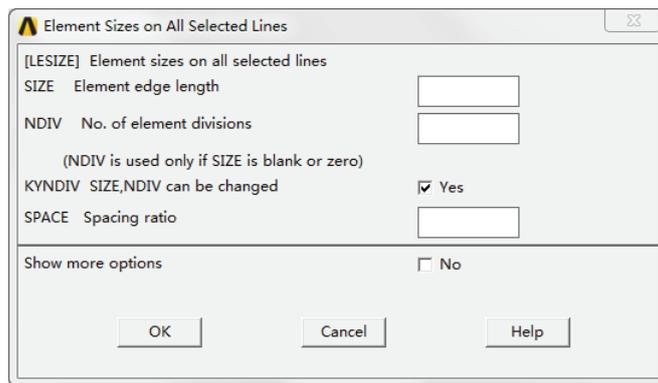
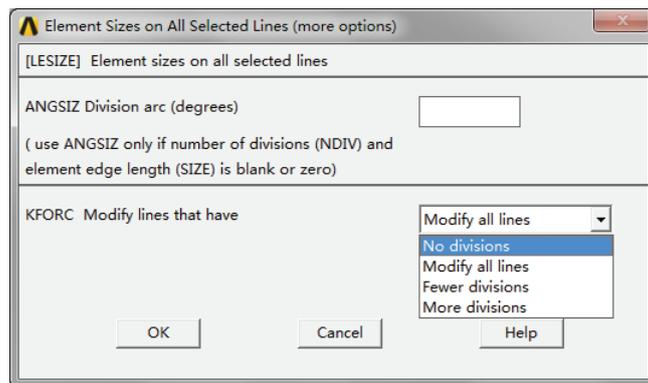

图 5-36 所有选择的线上单元尺寸控制对话框
图 5-37 所有选择的线上单元尺寸控制更多选项对话框
1) **【All Lines】**：针对当前所有线设置密度控制。单击该菜单项，弹出如图 5-36 所示的所有选择的线上单元尺寸控制对话框。
- ❑ **【SPACE Spacing ration】**：单元尺寸的间距放大或缩小的比率，如果该值为正，表示线上最后一个单元尺寸与第一个单元尺寸之比，大于 1 表示单元尺寸递增，小于 1 表示递减；如果该值为负，则其绝对值表示线上中间单元尺寸与两端单元尺寸之比，绝对值大于 1 表示线单元从两端到中间递增，小于 1 则递减。如图 5-36 所示。
- ❑ **【Show more options】**：是否显示更多的线单元尺寸控制选项。“**No**”表示不显示更多的线单元尺寸控制，选择“**Yes**”则表示显示更多的线单元尺寸控制。单击图 5-36 中的  按钮，弹出如图 5-37 所示的对话框。
在图 5-37 所示的对话框中，**【ANGSIZ Division arc (degree)】**表示弧线上单元尺寸对应的圆心角度数，仅在单元份数和最大单元边长为空或 0 时使用，用度表示；**【KFORC Modify lines that have】**表示修改线上单元尺寸的显示，选择“**Modify all lines**”表示修改所有选中的线；选择“**No divisions**”表示修改没有定义单元尺寸，且被选中的线；选择“**Fewer divisions**”表示修改小于指定份数，且被选中的线；选择“**More divisions**”表示修改非零单元尺寸控制的线而不修改单元尺寸设置为空或 0 的线。